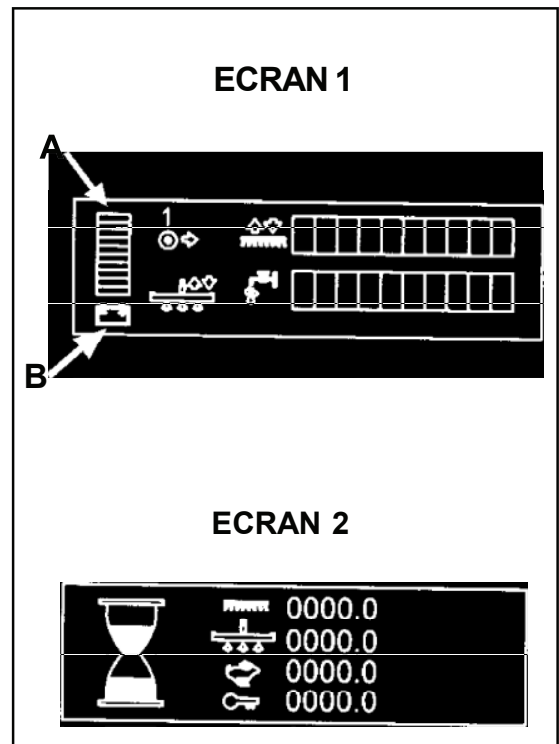

Figure 21
**Utilisation de la machine****Lecture de l'indicateur du niveau de charge des batteries (voir figure 21, A)**
L'afficheur LCD est composé de trois écrans. Deux d'entre eux sont accessibles à tout moment lorsque le commutateur à clé est en position « On ». Le premier écran indique l'état de la machine et le second correspond aux quatre compteurs horaire (figure 21).